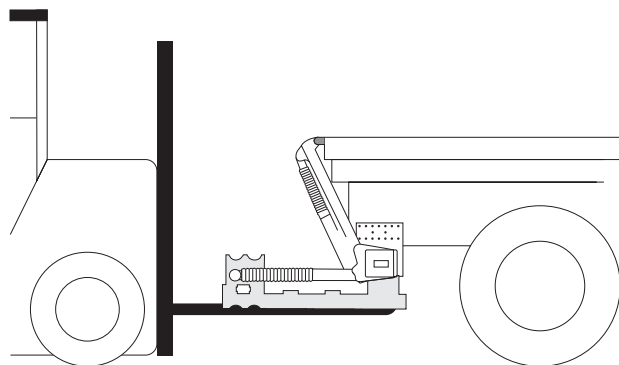

Bild 26. Använd lyftens emballage och en truck
6. Lyftstommen bör placeras så högt som möjligt inom angivna C-mått. Justera stommen till idealhöjd under ramen. Använd lyftens emballage och en truck, Se Bild 26. Stommen ska placeras parallellt mot påbyggnationens golv och får inte ligga an mot fordonets ram, det måste finnas några millimeter spel. Vid behov, justera armarnas vinkel genom att försiktigt köra lyften.